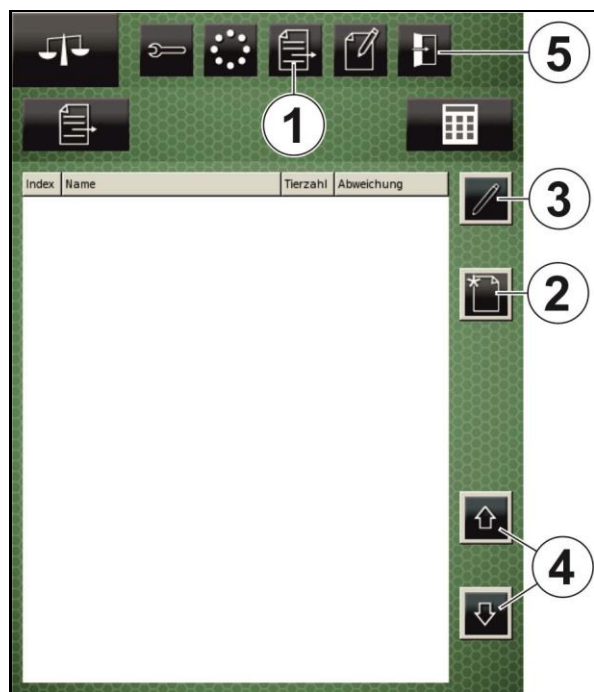

Fig. 189
- Drücken Sie die Taste „Menü verlassen“ (Fig. 189/5), um das Grundbild des Terminals aufzurufen.